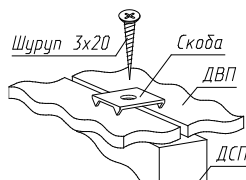
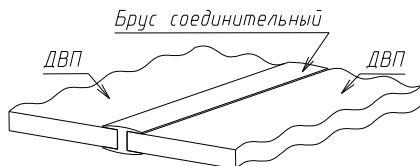

Рис.2
Рис.3
3. Закрепить задние стенки из ДВП гвоздями Ø1,2x20 по периметру с шагом 100мм и по углам шурупами Ø3x20, скрепками (рис. 2) и шурупами Ø3x20 в местах стыка на полках. Между собой задние стенки (поз.8 и поз.9) стыкуются соединительным брусом (рис.3).